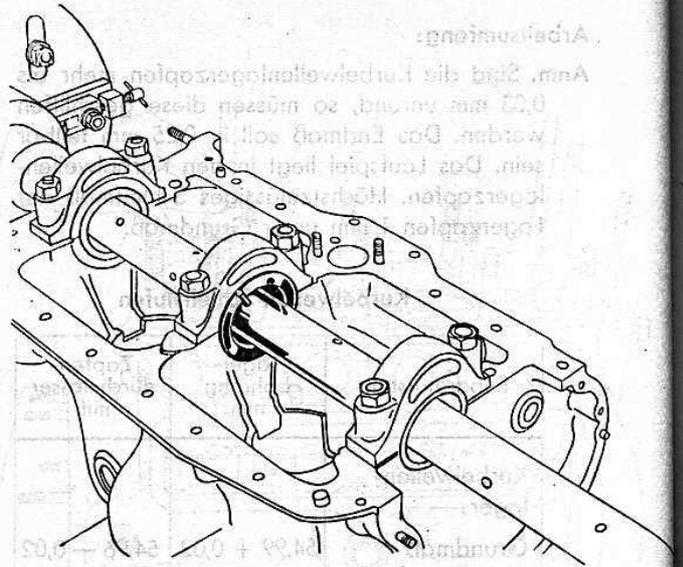

Bild 35
5. Führungslager seitlich auf Maß abräsen (Längsspiel: 0,05—0,09 mm). Hierzu wird in die Bohrwellen ein Fassonstahl eingesetzt, der die Aussparungen für die Hohlkehlen des Kurbelwellenzapfens gleichzeitig mit bearbeitet. Die Bohrwellen wird hierbei von Hand mittels Wind-eisen oder Drehherz gedreht (Bild 35). Das Vorschubgerät wird zum seitlichen Andrücken des Fräsmessers benutzt.